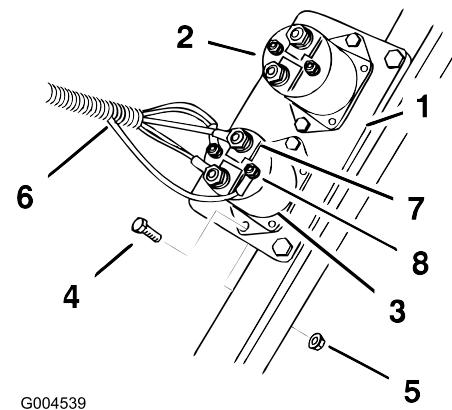

Figura 7
2. Installate il solenoide sul portavalvole utilizzando due bulloni (n. 10 x 3/4 poll.) e due dadi (n. 10) come mostrato in Figura 7.